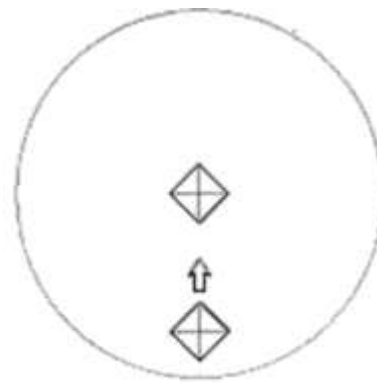

Рис. 38
2) Если укол в нижней части поля зрения или вне его, как показано на рис.38: